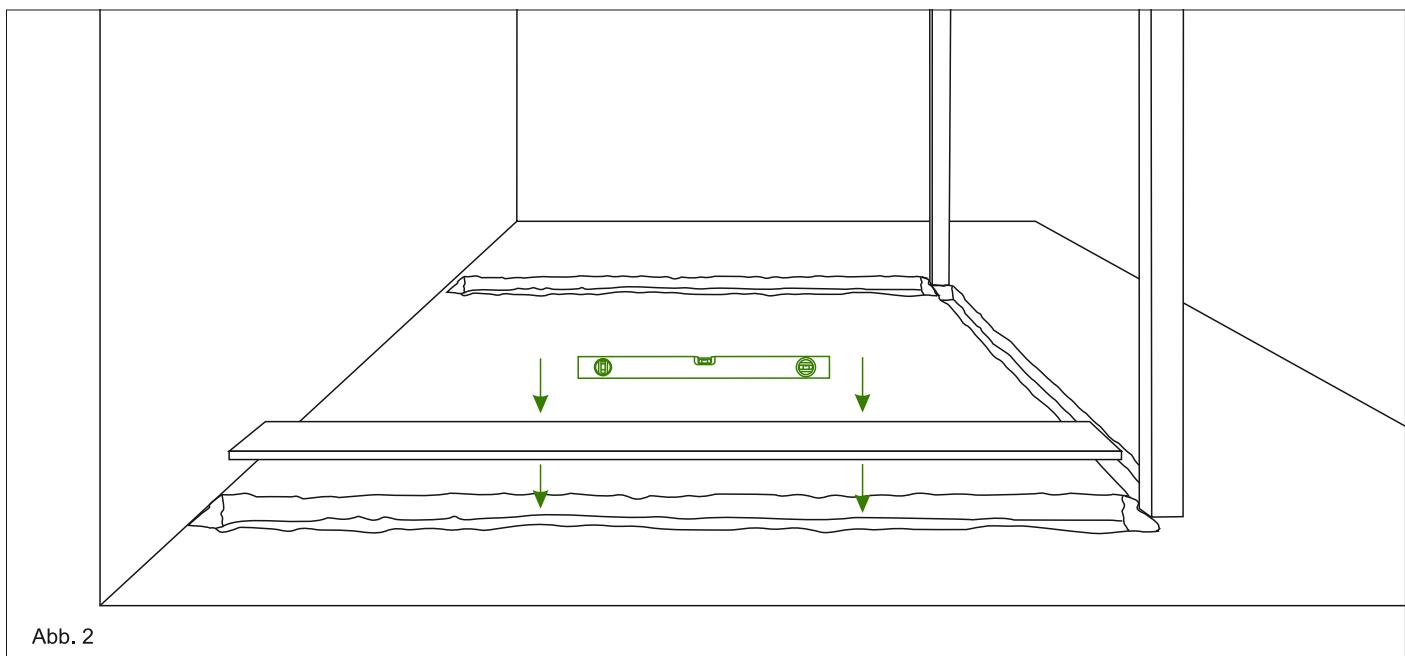

Abb. 2
3. Für das Tragprofil wird ca. ein 30 cm Breite Vertiefung gebraucht, die Tiefe der Vertiefung muss der Höhe des Profils entsprechen. Achten Sie darauf, dass das Tragprofil auf Beton oder Betonplatten positioniert wird. Kontrollieren Sie mit der Wasserwaage ob der vorbereitete Untergrund waagerecht ist. Siehe Abb. 2.